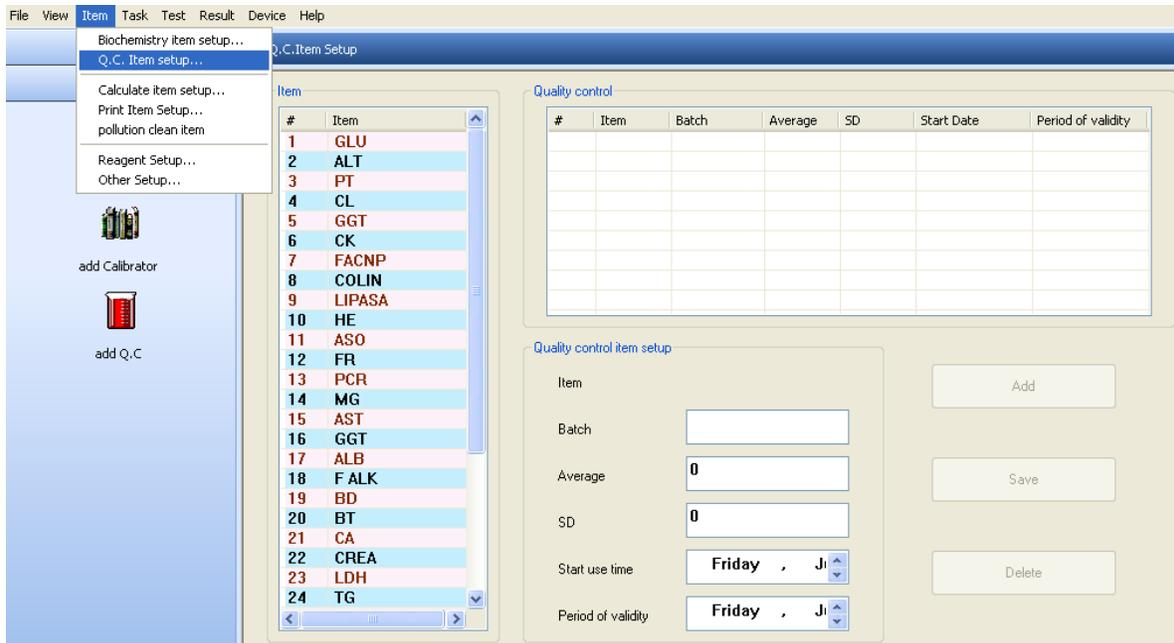

Figura 6
Antes de realizar un control, se debe de dar de alta el número de lote, el valor promedio, la desviación estándar (SD), fecha de inicio de uso del control y fecha de caducidad, todo esto para el posterior análisis de la gráfica (véase la figura 6).